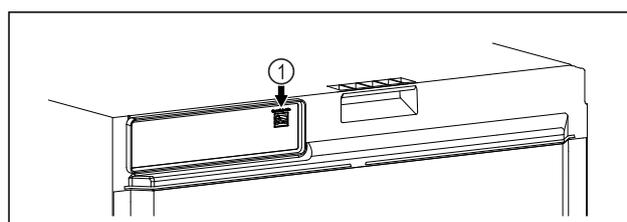

Fig. 113
- SmartModule Fig. 113 (1) ir ievietots.